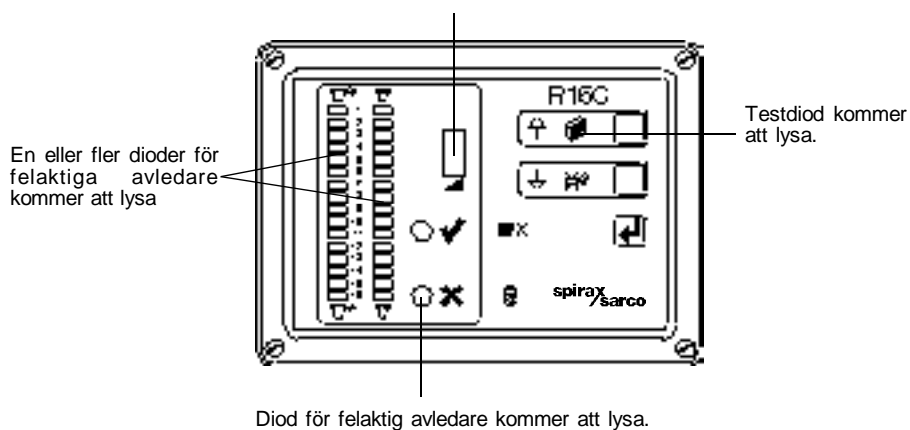

Fig. 3 R16C i normal drift med en eller flera dioder för felaktiga avledaren.
**Obs:** förutom att felet kommer indikeras som i beskrivningen i sektion 4, Fig. 3 kommer Kvitteringsdiod att lysa.